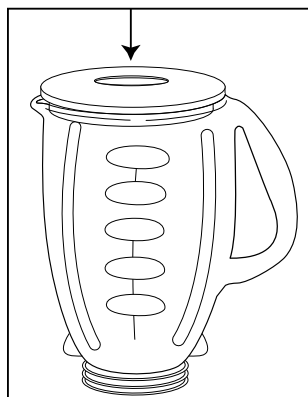

FIGURA 6
- No retire la tapa con el electrodoméstico en funcionamiento. Retire la copa de alimentación para agregar ingredientes más pequeños. (Figura 6)